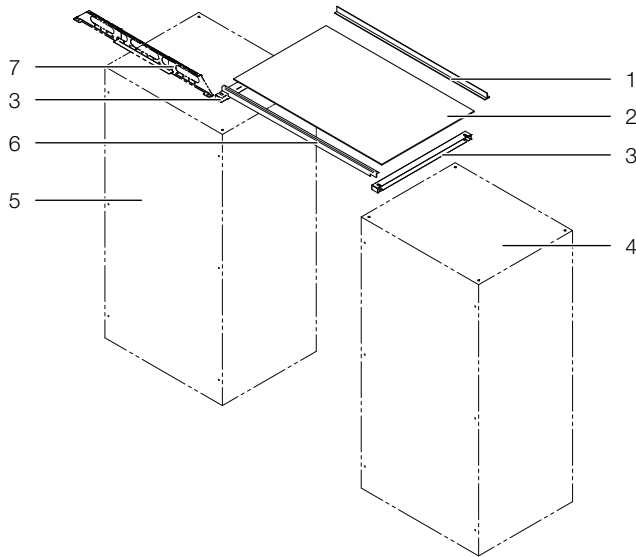
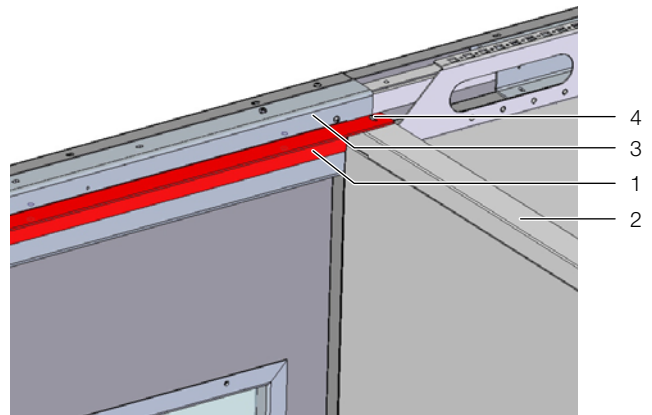

Рис. 45: Элемент крыши первый/последний
Рис. 47: Монтаж первого уголка крыши
- Установить увеличение высоты коридора (рис. 45, поз. 3) на крышу ИТ-шкафа и вставить под готовку крепежного болта ИТ-шкафа.
- Установить первый уголок крыши (рис. 45, поз. 6) на увеличение высоты 2 и закрепить 2 винтами с полукруглой головкой 4,2 x 9,5 с использованием крепежных отверстий на увеличении высоты (рис. 47).
- На первом уголке крыши (рис. 47, поз. 6) на элементе двери и на всех уголках крыши средних по всей ширине нанести уплотнение сечением 15 x 3 мм.
- Наклеить на оба увеличения высоты (рис. 47, поз. 3) на левом и правом ряду IT-шкафов уплотнение сечением 15 x 5 мм.
- Установить панель из поликарбоната и выровнять относительно крайнего уголка крыши (рис. 47, поз. 6).